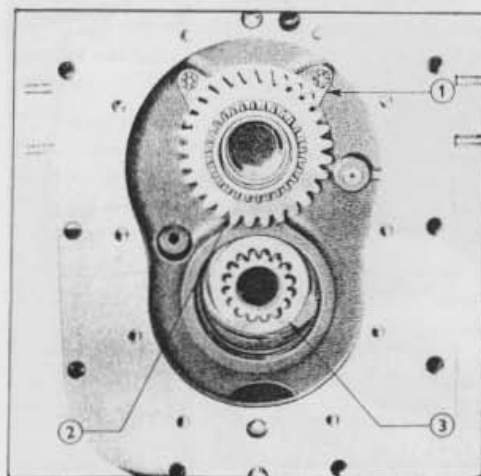

Fig. 22 = Plaque d'arrêt d'Arbre de sortie principal
2. Placer la plaque d'arrêt de roulement à l'arrière du roulement; la fixer à la boîte de vitesse à l'aide de deux vis-autosserreuses (voir fig. 22).